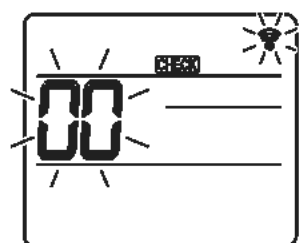
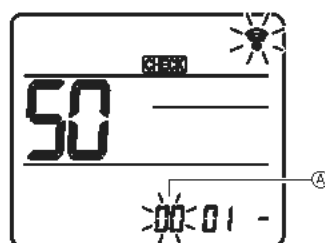
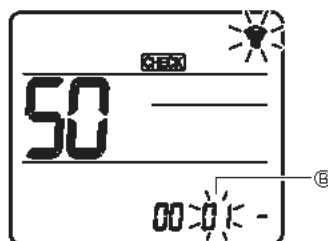
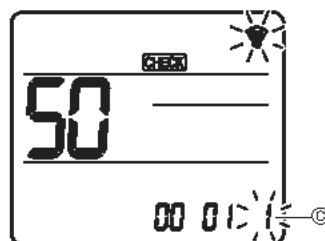

Fig. 7-16
Fig. 7-17
Fig. 7-18
Fig. 7-19
7.4.2. Med den trådløse fjernbetjening (Fig. 7-16, Fig. 7-17, Fig. 7-18, Fig. 7-19)
① Gå til funktionsvalgstilstanden
- [CHECK] lyser, og "00" blinker. (Fig. 7-16)
② Indstilling af enhedsnummer
- Tryk på [UP]-knappen for at indstille enhedsnummeret ②. (Fig. 7-17)
③ Vælg en tilstand
- Tryk på [UP]-knappen for at indstille funktionsnummeret ③. (Fig. 7-18)
④ Indstilling af indstillingsnummer
- Brug [DOWN]-knappen til at ændre indstillingsnummeret ④. (Fig. 7-19)
⑤ Valg af flere funktioner samtidigt
- Vælg igen ③ og ④ for at ændre flere funktionsindstillinger kontinuerligt.
⑥ Afslut valg af funktion